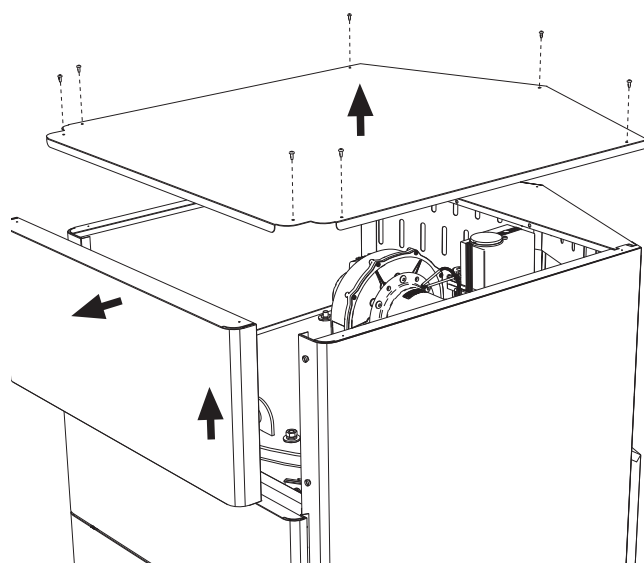

fig. 65
- Quite la tapa y el panel frontal (fig. 65).